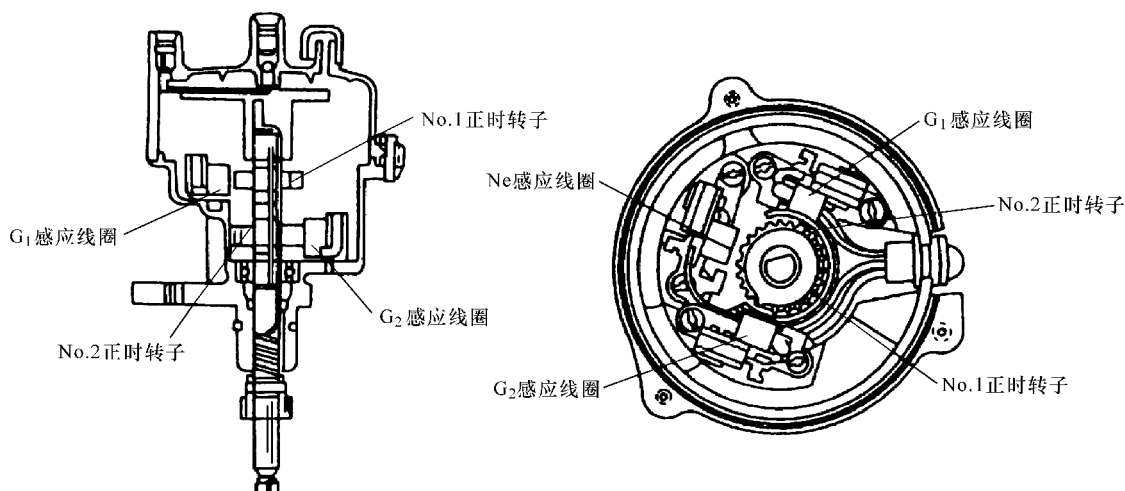

图 4-24 转子磁脉冲式曲轴位置传感器
(1) 结构 丰田公司 TCCS 系统使用转子磁脉冲曲轴位置传感器，安装在分电器内，其结构如图 4-24 所示。该传感器分上下两部分，上部分产生 G 信号，下部分产生 Ne 信号。两部分都是利用带轮齿的转子旋转，使信号发生器内的线圈磁通变化，从而产生交变电势，经放大后，将该信号输入电子控制单元。